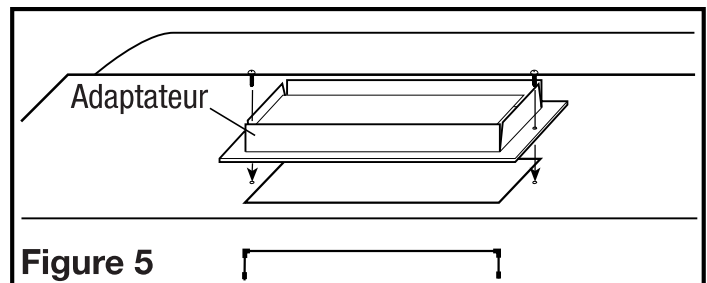

Figure 5
- Pour les conduits verticaux ou horizontaux de 3-1/4 "x 10", installez le clapet de la hotte en plaçant l'assemblage du clapet sur l'ouverture. Fixez avec les deux vis fournies. Utilisez un ruban adhésif approuvé pour coller autour du collier et sceller les fuites d'air (**Figure 5**).